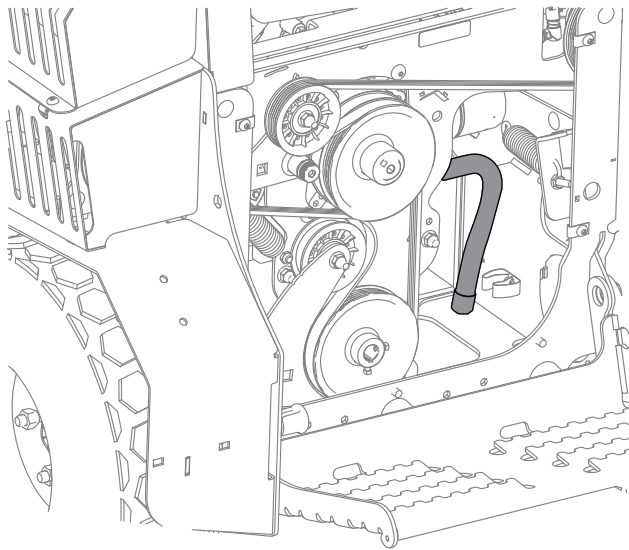

Bild 31
- Stecken Sie den Schlauch in das Sechskantloch im Maschinenrahmen (Bild 31).